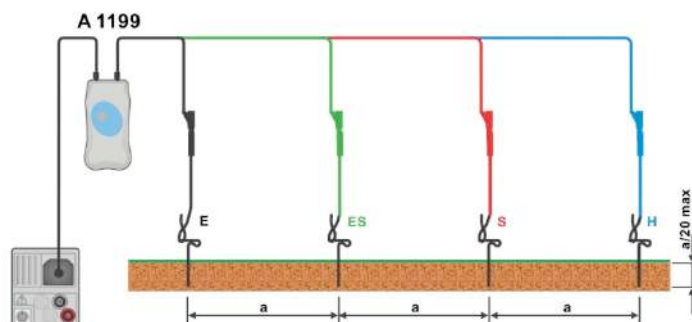

Рисунок 7.56: Измерение удельного сопротивления грунта.
- › Соедините измерительные провода с клещами заземления, см. **Рисунок 7.56: Измерение удельного сопротивления грунта.**